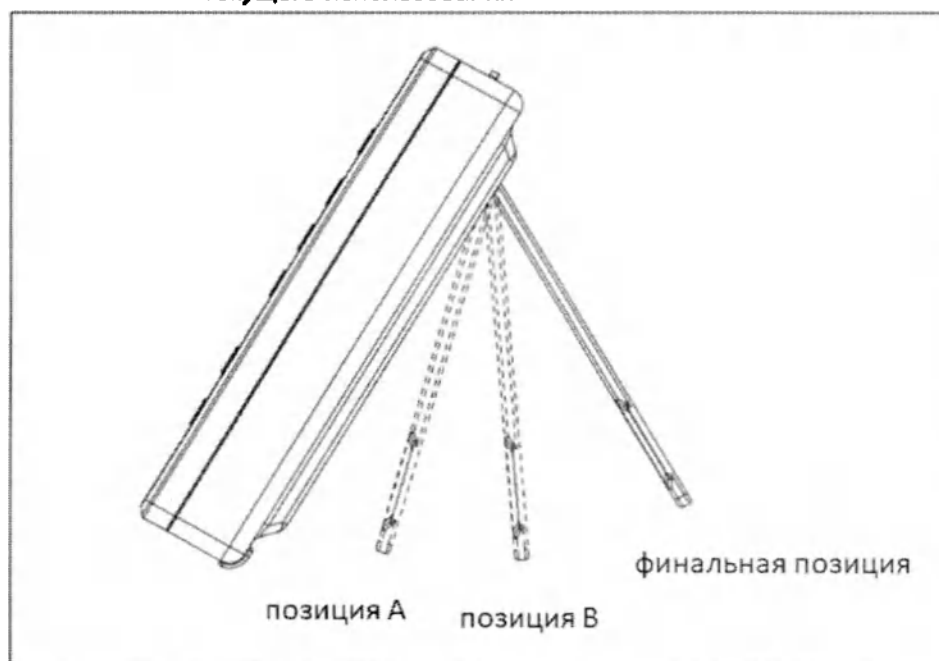

Рисунок 3.8
4. Проверьте, в порядке ли подставка экрана: медленно откройте и закройте подставку экрана, как показано на рис. 3.8.